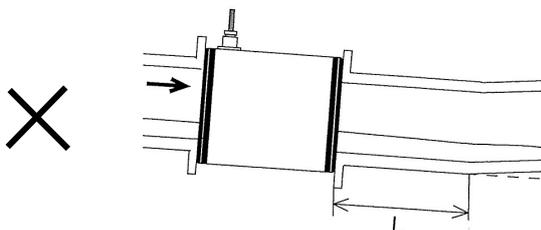

図14. 配管勾配が取付勾配よりも緩い
- (a) 下流直後の配管勾配が、検出器の取付勾配より緩い場合。図14.